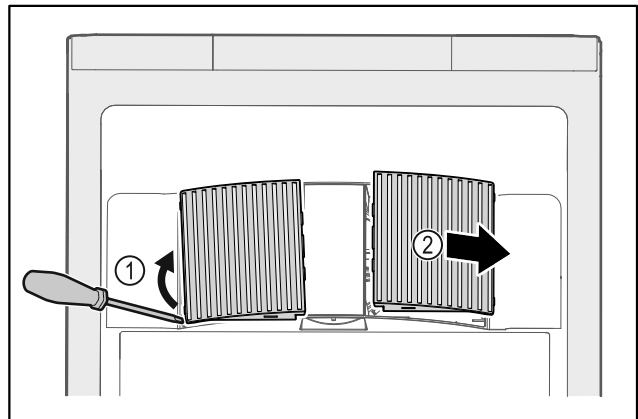

Fig. 105
- ▶ Ventilatorafdekkingen voorzichtig aan de zijkant eruit halen Fig. 105 (1) en naar de voorkant toe verwijderen Fig. 105 (2).